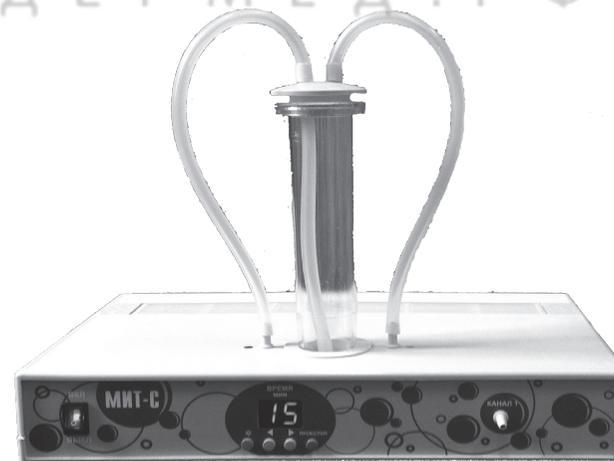

Рис.1
1.1 Аппарат «МИТ-С» (рис.1) предназначен для приготовления синглетно-кислородной смеси (СКС), путем активации паров очищенной воды ультрафиолетовым (УФ) излучением в постоянном магнитном поле и дополнительной активации оптическим потоком красного спектра (ОПКС). Полученная смесь используется для проведения синглетно-кислородных ингаляций, активации воды (водных растворов), приготовления синглетно-кислородных коктейлей или пенки.
4.1 Аппарат МИТ-С (рис.1) состоит из блока электронного, одной колбы для приготовления пароводяной смеси, трубки силиконовой, распылителя, наконечников ингаляционных. Внутри блока электронного установлен активатор синглетно-кислородной смеси, который состоит из двух ламп низкого давления Philips TUV 4W\*, 14 светодиодов L-7113SEC-H\*\* корпорации Kingbright красного диапазона оптического спектра и постоянного магнита марки 22РА220 (технические условия ПЯО.707.432 ТУ)\*\*\*. Корпус электронного